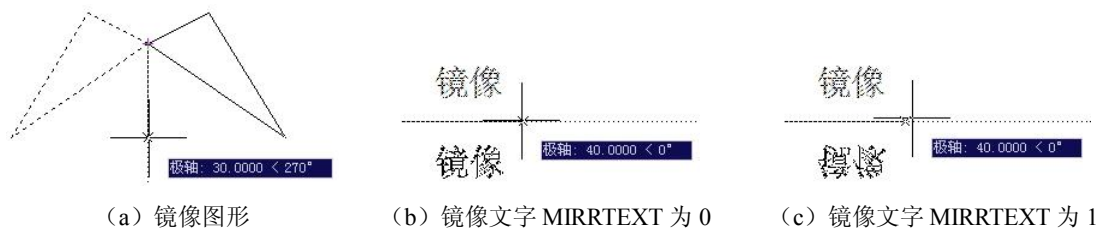

图 2-53 镜像图形
⑤镜像。将选中的图形对象对称复制, 复制后可删除也可保留原图形对象, 如图 2-53 (a) 所示。
的值为 0, 则文字对象方向不镜像, 如图 2-53 (b)、(c) 所示。MIRRTEXT 默认值为 0。